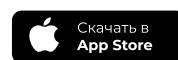

Рисунок 3
- «добавить устройство» (рис. 3).